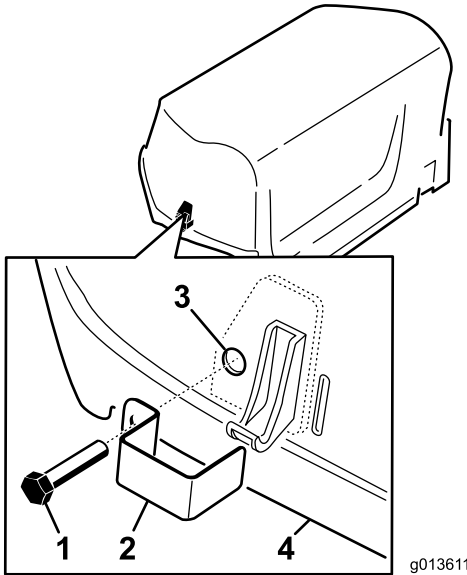

图 5
1. 用带头螺栓共 2 个将门锁盖安装到左、右机罩门锁上 图 5。
2. 用钳子或可调扳手将内锁定垫圈拧到各个螺栓 12 个螺纹以固定螺栓 图 5。